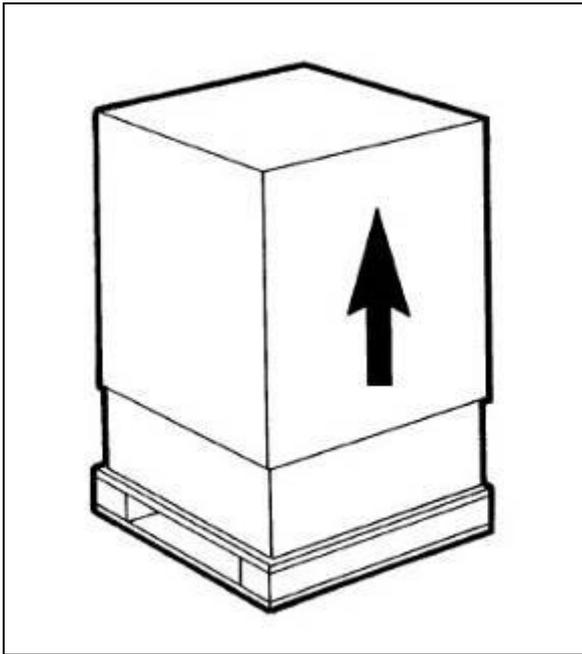

Abb. 19
a) **Alle Verpackungsteile für die Winter-Einlagerung** aufbewahren und sicherstellen, dass das Gerät in einwandfreiem Zustand ist (Abb.19).